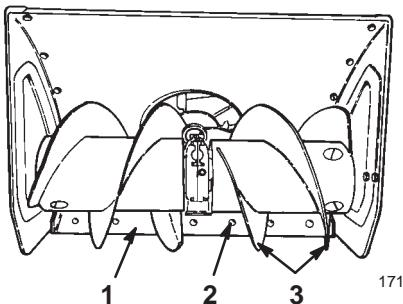

Figure 28
6. Placez un support sous *les lames de la tarière* pour qu'elles se trouvent au moins à 3 mm du sol (Fig. 28).
8. Pour corriger la position de la lame racleuse, desserrez les boulons de carrossier qui la fixent au carter de tarière (Fig. 28), mettez-la à la hauteur voulue et resserrez les boulons.